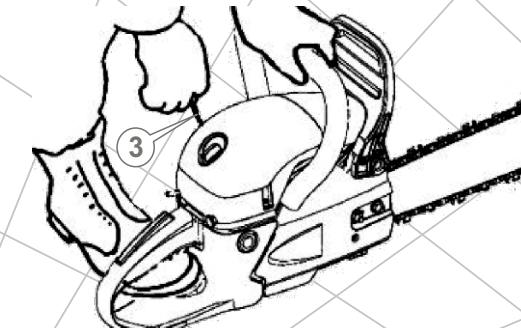
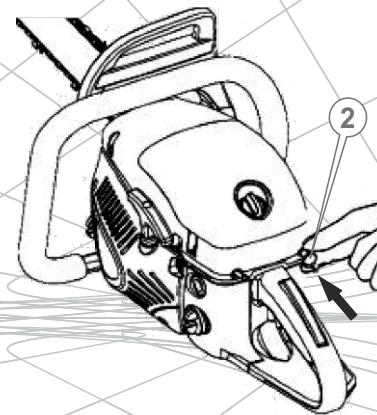

Рис. 15
Рис. 17
6. Установите бензопилу на ровной поверхности. Удерживайте изделие, как показано на рисунке (см. рис. 15).
8. Приведите в действие стартер двигателя: вначале осторожно потяните на себя рукоятку стартера (3) (см. рис. 15), пока не ощутите сопротивление. Ощущив сопротивление, верните рукоятку в исходное положение, а затем резко потяните на себя рукоятку стартера. Проделайте данную процедуру 2-3 раза, пока двигатель не начнет «схватывать». Как только двигатель начнет «схватывать», остановите процесс запуска бензопилы и сразу же откройте воздушную заслонку карбюратора, установив ручку заслонки в исходное положение (см. рис. 17).